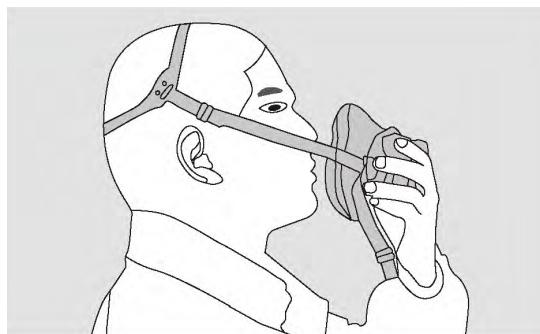

Abbildung 1
- 1) Setzen Sie das obere Kopfband auf den Kopf (Abbildung 1).